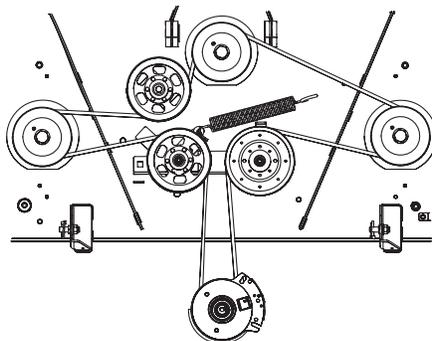

Figure 4-17
6. Placez la courroie autour des poulies de tension retirées à l'étape 3 avec le côté en « V » vers le bas. Après avoir installé la courroie, installez la quincaillerie et serrez l'écrou autobloquant pour fixer l'assemblage. Voir Figure 4-17.
7. Installez la courroie comme indiqué à la Figure 4-17, puis réinstallez le plateau de coupe (voir *Installation du plateau de coupe*).